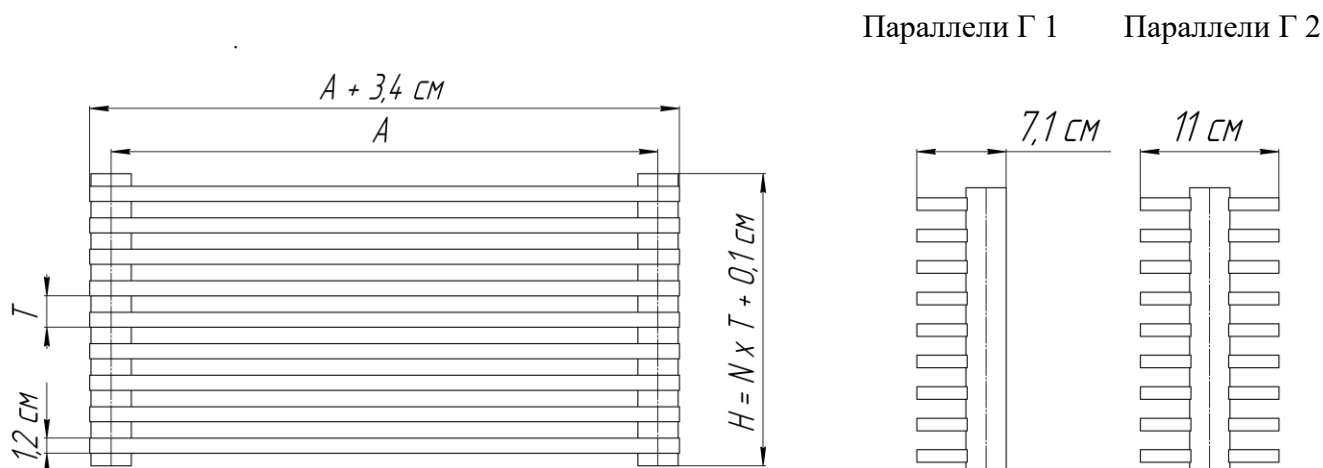

Рис. 1 Радиатор «Параллели Г», где: А – межцентровый размер, см; Т – шаг (Т = 2,5 см); N – количество секций; Н – габаритная высота, см.
2.1. Основные размеры и параметры радиаторов приведены на рис.1 и в Таблице №1.